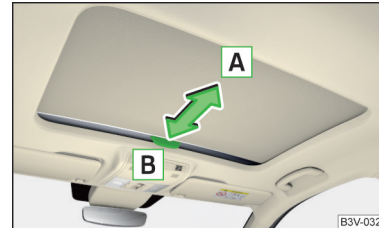

Abb. 43
- › Zum Öffnen den Griff in Pfeilrichtung **A** ziehen » Abb. 43.